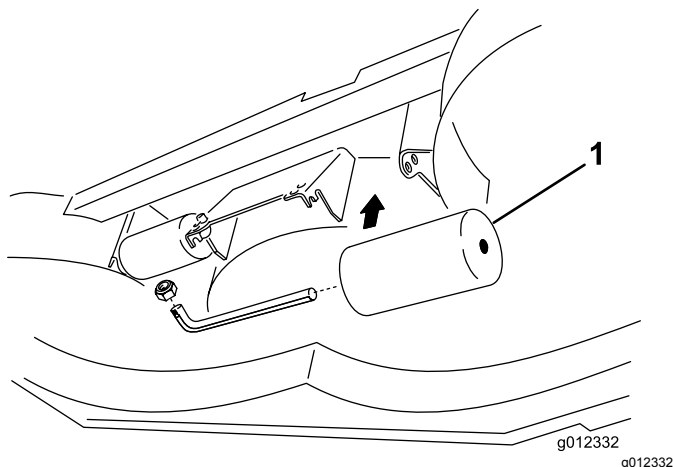

Figure 11
2. Réglez les galets arrière (internes) comme montré à la Figure 11.